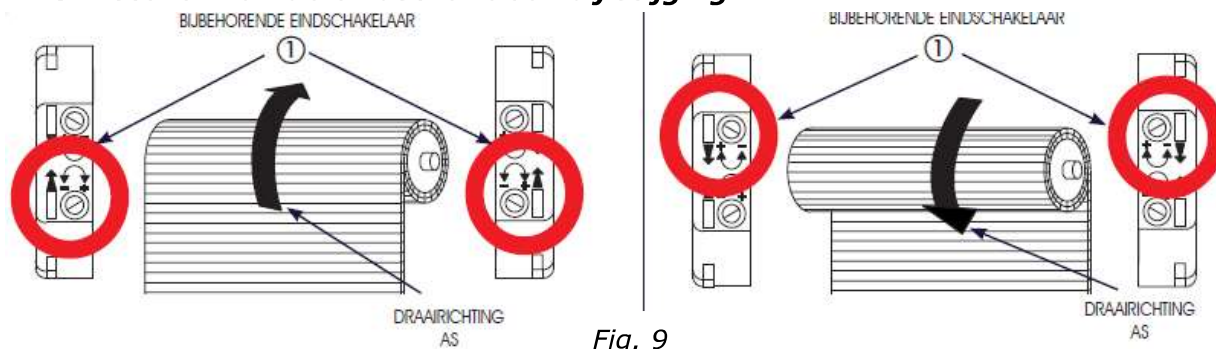

Fig. 9
2. Draai de afstelschroef van de eindschakelaar, voor de draairichting "omhoog" (Fig.9 ref.1), in de richting van het plusteken (+) om de slag van het rolluik, screen of zonnescrm te vergroten. Draai de afstelschroef in de richting van het minusteken (-) om de slag te verkleinen.